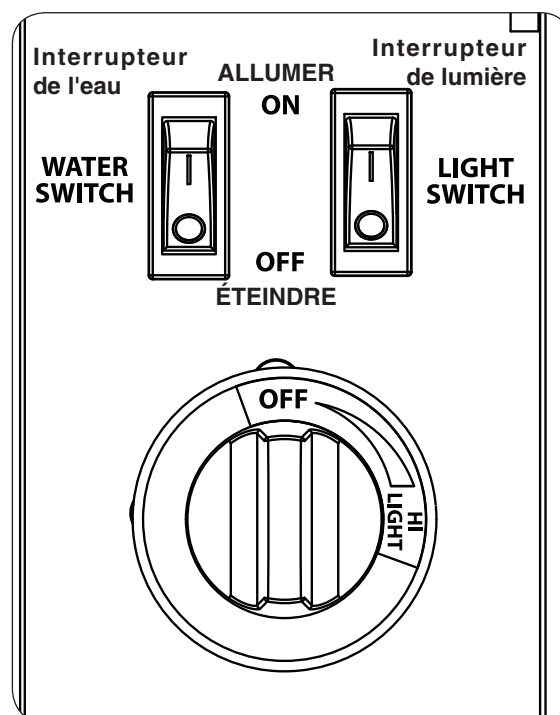

Fig. 34-3 Détail de la boîte de contrôle
Cette clé (et l'ensemble à distance) ne fonctionne que lorsque le commutateur d'éclairage situé sur le boîtier de commande de l'appareil est en position ON (I). Voir Fig. 34-3.
1. Basculez l'interrupteur de lumière (côté droit de Firefall) à la position ON (I). Voir Fig. 34-3.